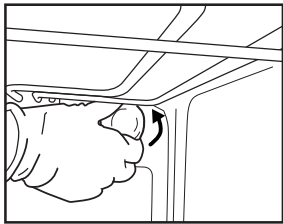

Fig. 6
2. Draai het beschermkapje los (Fig. 6), vervang het lampje (zie de opmerking voor het type lampje) en draai het beschermkapje weer vast.